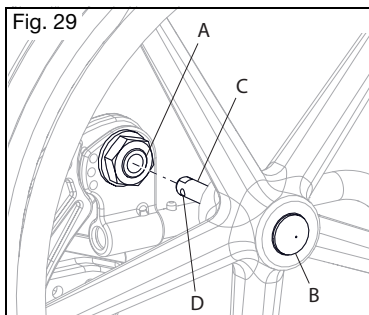

Fig. 29
- Presione el botón de liberación rápida (Fig. 29:B) en el eje (Fig. 29:C) para permitir que las bolillas bloqueadoras se retraigan. Preste atención a la diferencia entre las posiciones sobresalida y contraída del botón de liberación del eje, y cómo influye sobre las bolillas
- Presione nuevamente el botón de liberación rápida y deslice el eje dentro del manguito del eje (Fig. 29:A).